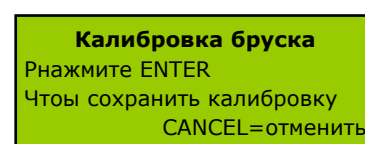

Рисунок18.
- Продвижение вперед до тех пор, пока втулка не дойдет до бруска. См. Рис. 18